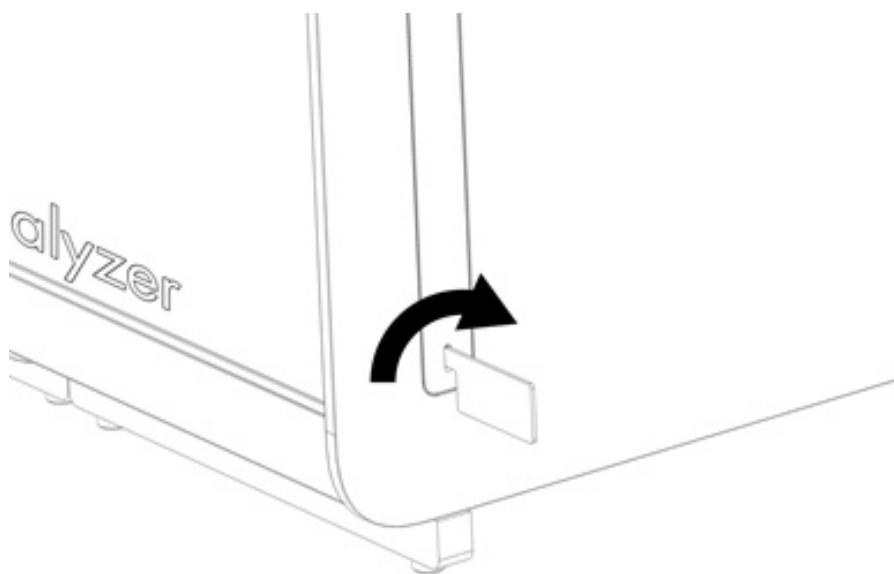

Figura 15. Rimozione dei coperchi di protezione.
3. Rimuovere i coperchi di protezione dal lato del modulo analitico utilizzando lo strumento di rimozione del coperchio di protezione in dotazione con il QIAstat-Dx Analyzer 2.0 (Figura 15).